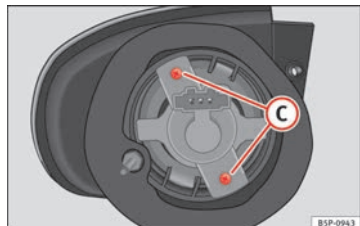

Fig. 192 Luz intermitente.
- Desenrosque los tornillos ⇒ fig. 192 **C** del portalámparas y tire del mismo.
- Retire los tornillos ⇒ fig. 192 C del portalámparas y tire del mismo.